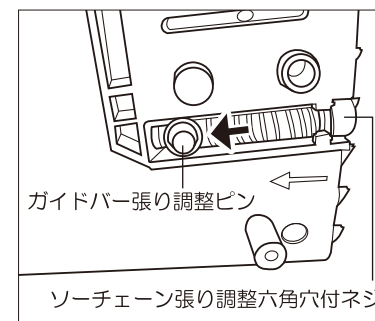

図11
- ①ソーチェーン張り調整六角穴付ネジを付属の六角レンチで回し、ガイドバー張り調整ピンを左側に少し寄せてください。(図11参照)